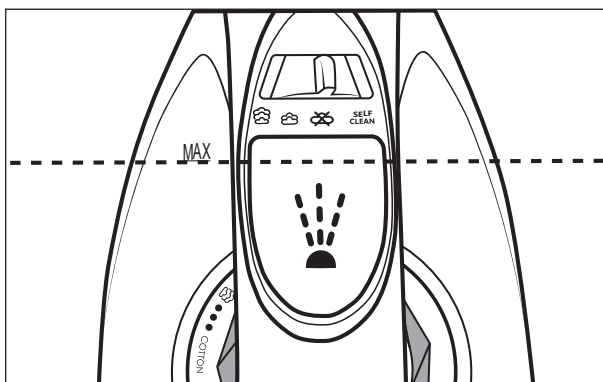

Bild 1
- 1) Kontrollera att temperaturreglaget ❶ står på läge **MIN**.
- 2) Håll strykjärnet i handen, luta det och öppna locket till vattentankens påfyllningsöppning ↙ ❷.
- 3) Använd måttbägaren ❶ för att fylla på vattentanken ↙ ❷ till **MAX** markeringen (se bild 1).